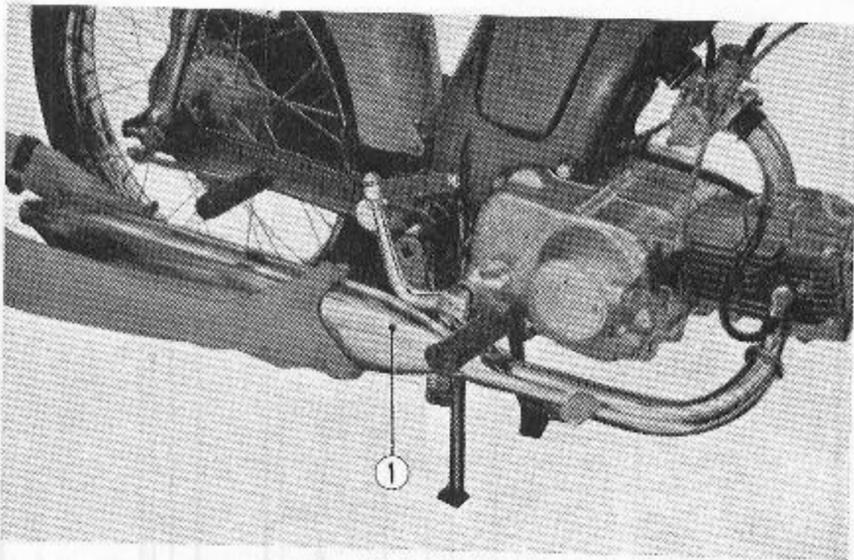

Abb. 3.5 Schalldämpfer abbauen
(2) Beide 6 mm Sechskantmutter an der Auspuffrohrschelle lösen; danach können 8 mm Sechskantmutter, Kippständer-Drehbolzenmutter und der Schalldämpfer abgebaut werden. (Abb. 3.5)